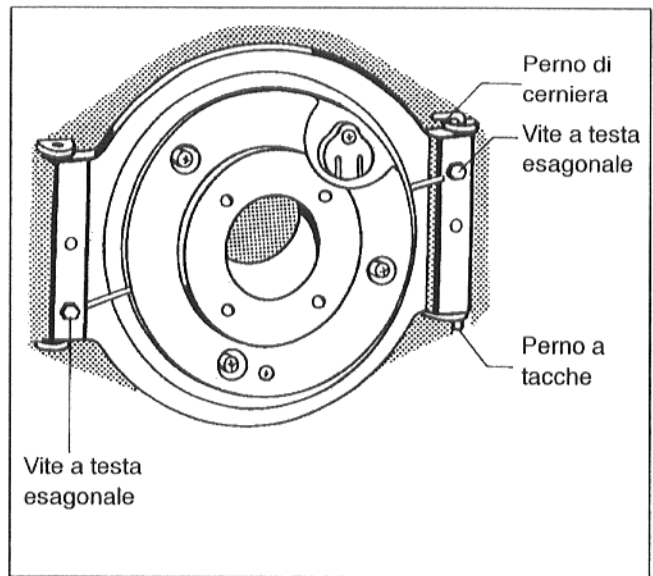

Fig. 26
- Aprire la porta ed estrarre i perni delle cerniere (Fig. 26).
- Spostare il perno a tacche posto nella parete inferiore della porta da destra a sinistra (Fig. 26).
- Chiudere la porta del bruciatore ed avvitare con le viti a testa esagonale – momento torcente 10 max. 15 Nm (Fig. 26).